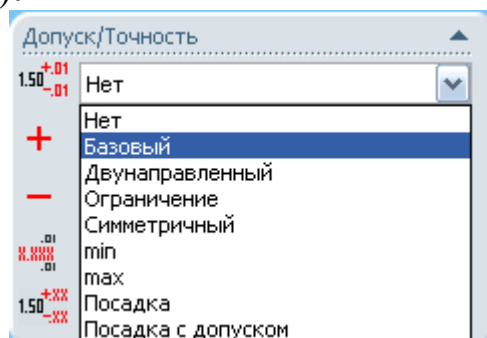

Рис. 1
1. **Базовый.** Выберите на **Чертёжном** виде 1 размер «18». Появится окно **Размер Менеджера** свойств (Property Manager) (рис. 1):